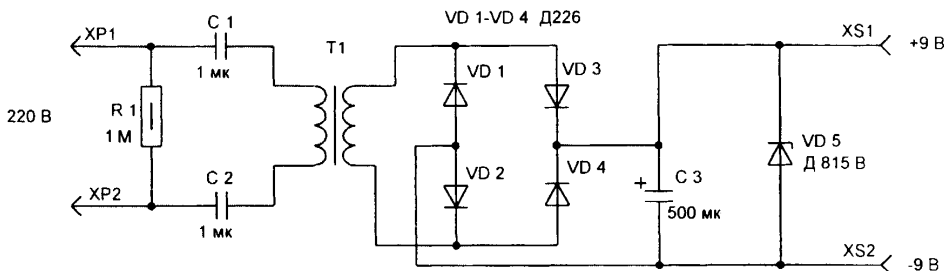

рис. 1
1. ...есть малогабаритный трансформатор от импортной аппаратуры с первичной обмоткой на 110 В и вторичной на 10-15 В при токе нагрузки 50-100 мА и нет сетевого источника питания (СИП) к старенькому ВЭФ, то его можно использовать, изготовив СИП по схеме согласно **рис.1**. Схема представляет собой стабилизированный выпрямитель с комплексной индуктивно-емкостной нагрузкой в первичной обмотке и параллельным стабилизатором на мощном стабилитроне VD1 во вторичной. Схема не боится короткого замыкания как в цепи постоянного тока, так и в цепи переменного тока вторичной обмотки, поскольку конденсатор C1 служит реактивным ограничителем тока через первичную обмотку до безопасного для T1 уровня. В связи с реактивным